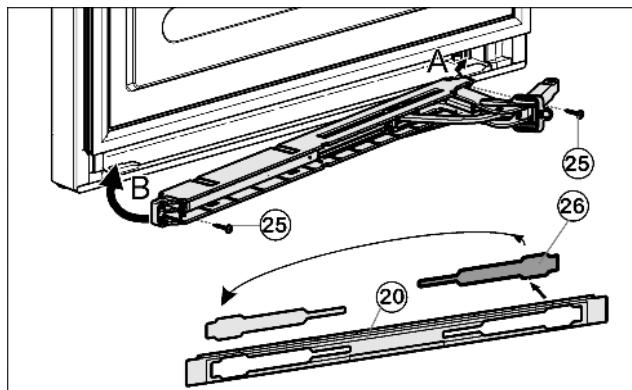

Fig. 15
- Abdeckung Fig. 15 (26) aus der Blende Fig. 15 (20) lösen und auf der anderen Seite wieder einsetzen.
- Schließdämpfereinheit mit dem Gelenk zur Scharnierseite zeigend einhaken (A) und einschwenken (B).
- Schließdämpfereinheit festschrauben (2 mal Torx® 15) Fig. 15 (25).